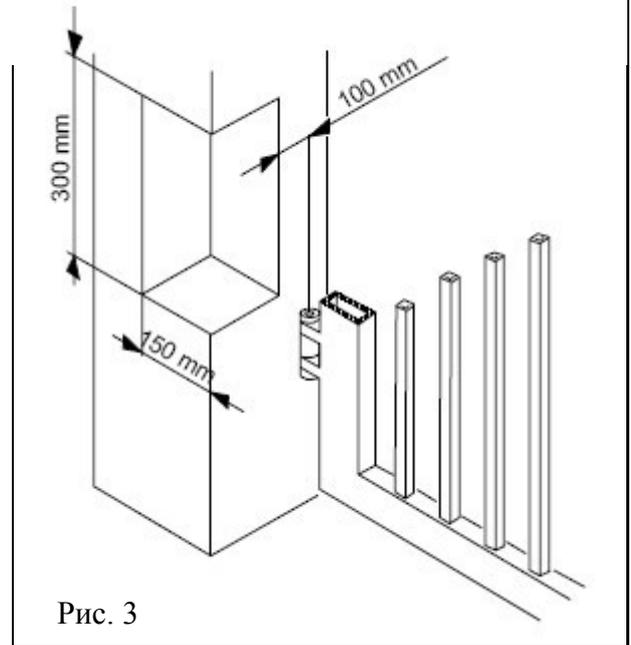

Рис. 3
- Минимальная величина размера Z (рисунок 3) должна составлять 45 мм, чтобы обеспечить свободный ход привода. Если размеры столба ворот или положение петли не позволяют обеспечить указанный в таблице размер a , сделайте ниши в столбе, как показано на рисунке 3.